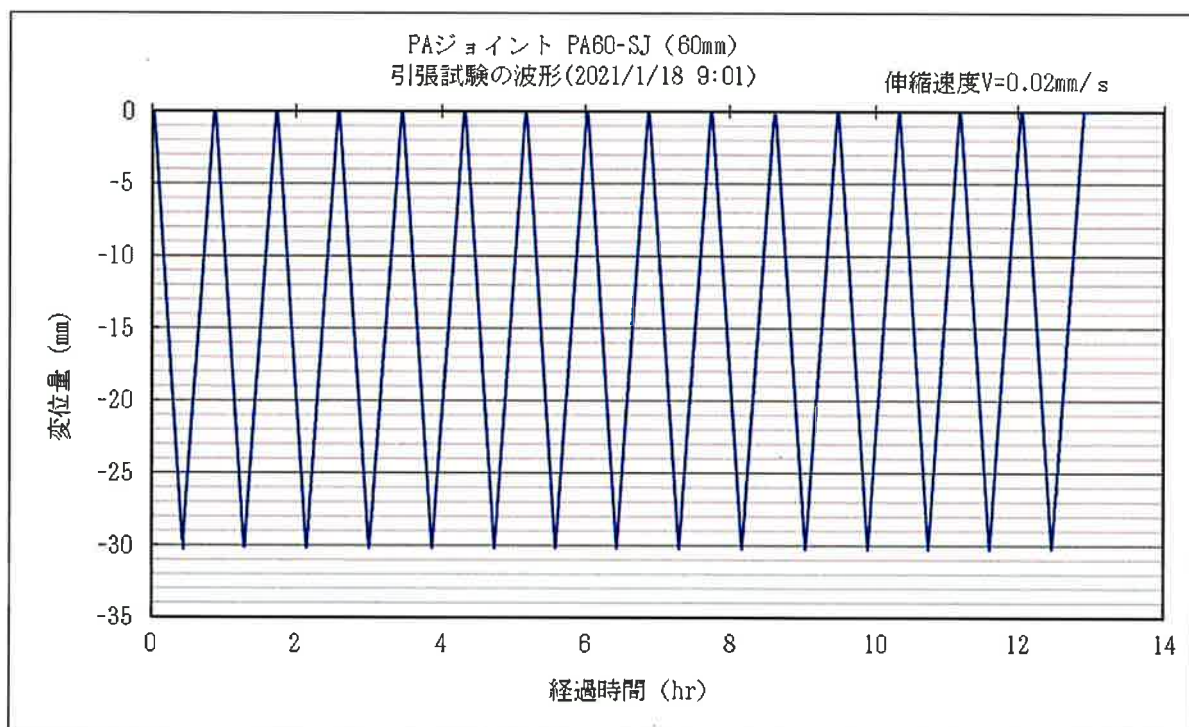
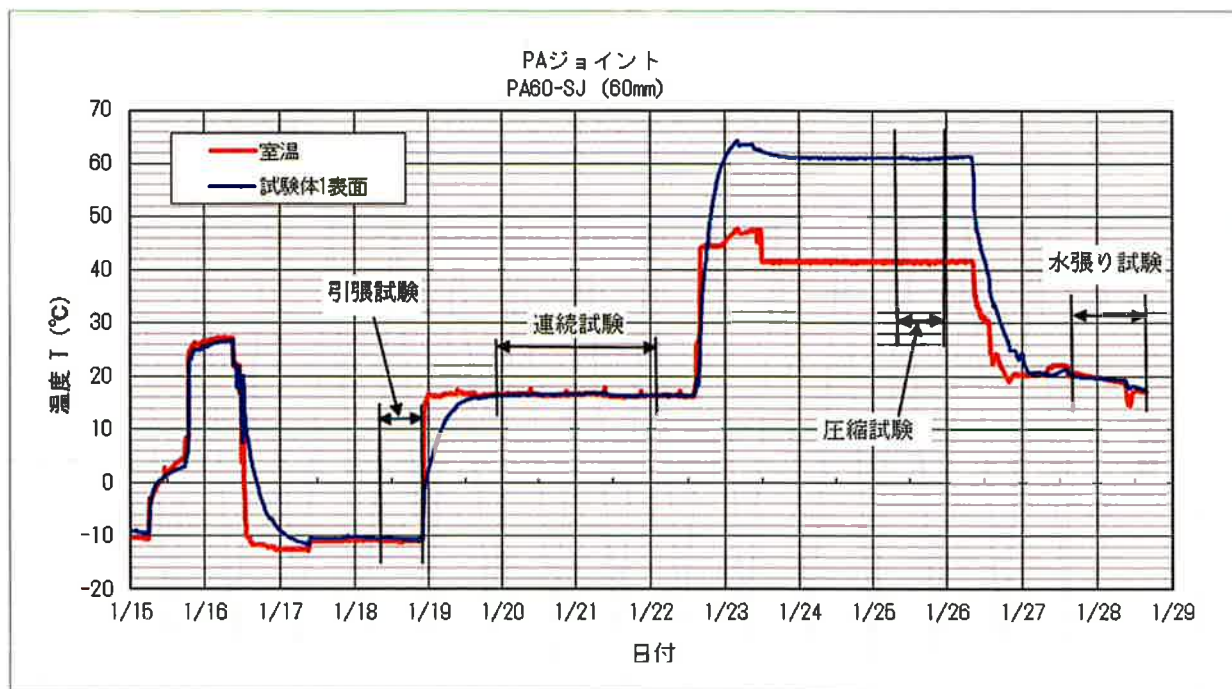

図3 引張試験時の時間-変位の履歴曲線
図4 試験時の温度履歴曲線
①供試体寸法	幅：390mm	長さ：400mm	高さ：50mm
②時間－変位の履歴 曲線	図1参照（温度履歴は図4参照）
③目視による変状の有無	あり	状況	ひび割れ、付着切れ一部あり
④漏水の有無	なし	状況	散水して確認した結果、漏水なし。
引張試験	図 3 参照（温度履歴は図 4 参照）